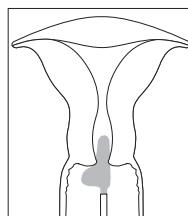

Fig. 1
3. Tenir l'écouvillon floqué par la tige et insérer l'embout de l'écouvillon (le segment long du „L“) à l'intérieur du canal cervical, en laissant en dehors du canal cervical la partie la plus large de l'écouvillon (le segment court du „L“); voir la Fig.1.